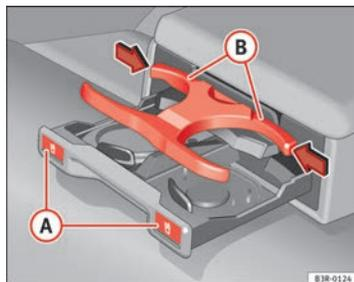

Abb. 130 Getränkehalter in der Armlehne hinten
- Drücken Sie auf das Symbol (A) ⇒ Abb. 130.